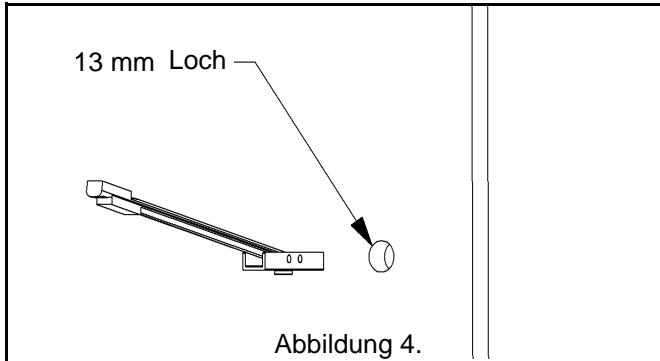

Abbildung 4.
1. Eine geeignete Montagestelle festlegen und die Wandplatte (10) dort ansetzen (siehe „TEILE DER WANDPLATTE“ auf Seite 3).
2. An der gewünschten Stelle ein Loch mit 13 mm Durchmesser bohren und sicherstellen, dass die Wand mindestens 13 mm stark ist. Falls die Wand über Metallträger verfügt, sollte der Anker durch die Gipskartonplatte und den Metallträger eingebaut werden (siehe Abbildung 4).